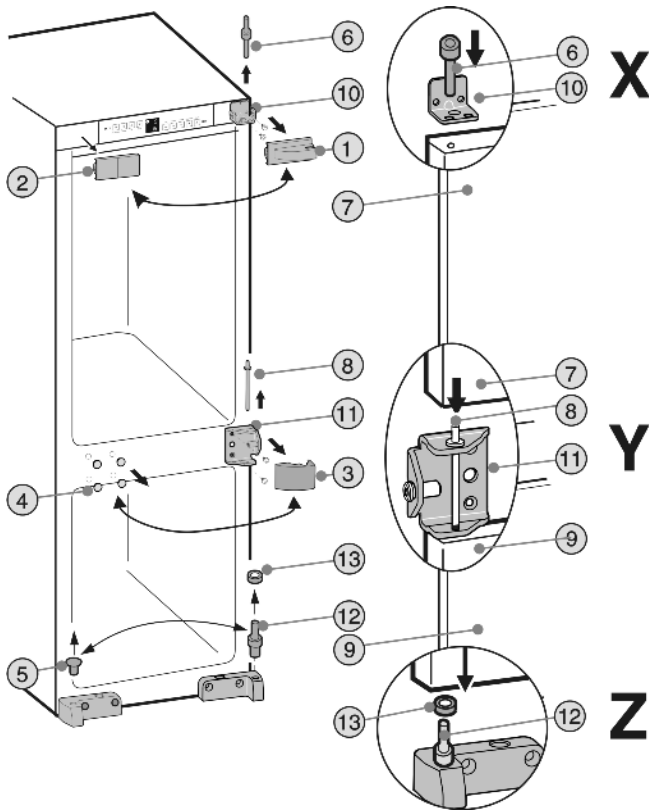

Fig. 3
► Desmonte las piezas de cubierta Fig. 3 (1,2,3,4,5).
- Extraiga el pasador del cojinete superior Fig. 3 (6) de la puerta del frigorífico Fig. 3 (7).
- Bascule la puerta del frigorífico Fig. 3 (7) ligeramente hacia delante y elévela.
- Extraiga el perno de cojinete intermedio Fig. 3 (8).
- Desmonte la puerta del congelador Fig. 3 (9).
- Desatornille el soporte de cojinete superior Fig. 3 (10) y el soporte de cojinete intermedio Fig. 3 (11) y vuélvalos a atornillar en el lado opuesto con los mismos tornillos (**con 4 Nm**) para fijarlos.
- Reinstale la parte inferior del pasador del cojinete Fig. 3 (12) con una arandela Fig. 3 (13).
- Coloque la parte inferior de la puerta del congelador en el pasador del cojinete Fig. 3 (12) y la arandela Fig. 3 (13).
- Inserte el perno de cojinete intermedio Fig. 3 (8) a través del soporte intermedio Fig. 3 (11) del cojinete de la puerta.
- Instale la puerta del frigorífico en el centro del pasador de cojinete Fig. 3 (8). **Detalle Y**
- Introduzca el perno de cojinete superior Fig. 3 (6) por el agujero exterior del soporte de cojinete Fig. 3 (10) en el cojinete de la puerta del compartimiento frigorífico Fig. 3 (7) y atorníllelo (**con 4 Nm**) para fijarlo. **Detalle X**
► Vuelva a montar las piezas cubierta Fig. 3 (1,2,3,4,5) en la parte opuesta girándolas 180°.